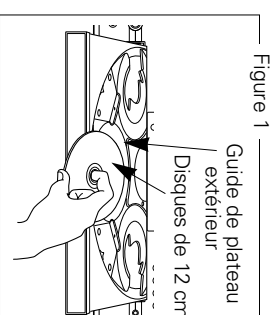
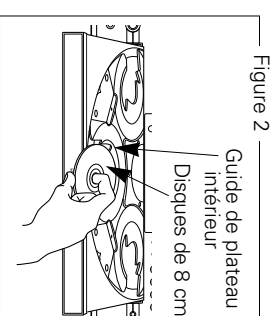

Figure 1
Figure 2
- Placez le disque à plat, les disques de 12 cm dans le guide de plateau extérieur (Figure 1), les disques de 8 cm dans le guide de plateau intérieur (Figure 2).